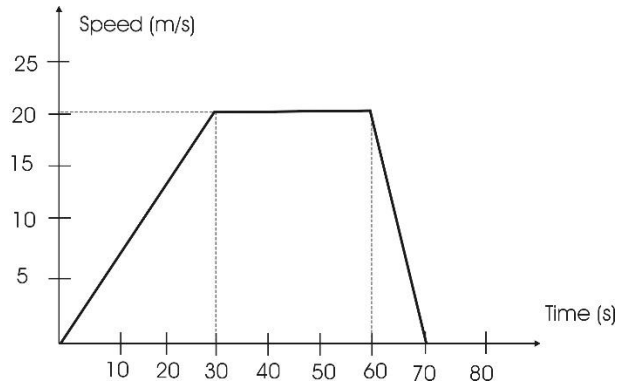

Figure 2 : Cycle de conduite 1
4. Calculez la consommation de carburant sur le cycle de conduite représenté à la Figure 2.